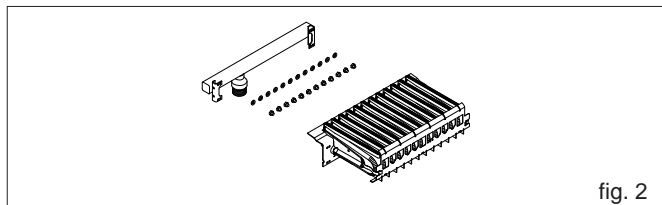

fig. 2
- en utilisant une clé à tube ou à fourche, enlever les gicleurs et les rondelles (fig. 2) et les remplacer par ceux présents dans le kit